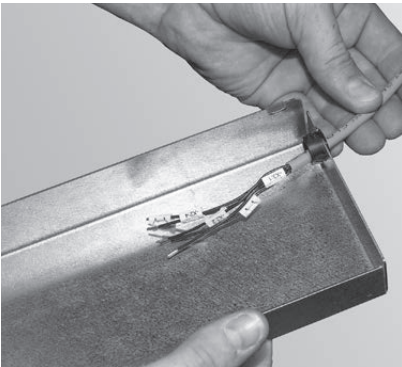
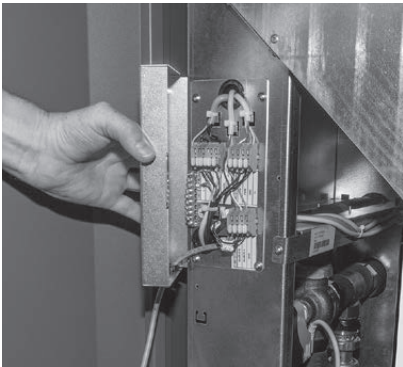

Fig. 92 Infilare il cavo dell'Hybrid Assistant nella copertura
Fig. 93 Collegare il cavo dell'Hybrid Assistant ai morsetti della consolle di collegamento del gruppo idraulico Smart-Flow
- Infilare il cavo dell'Hybrid Assistant (LED sulla porta della stiva – Fig. 94) attraverso l'apertura nella copertura della consolle di collegamento del gruppo idraulico Smart-Flow (Fig. 92) e collegarlo ai morsetti della consolle di collegamento – Fig. 93. Per lo schema di collegamento elettrico vedere il punto 25. Schema di base – BioWIN 2 Hybrid a pagina 55.